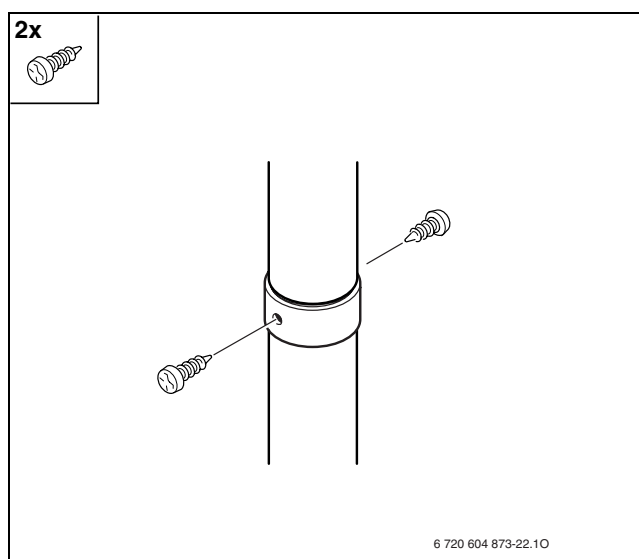

Fig. 4
- ▶ Se asigură legăturile cu șuruburile din dotare (Fig. 4).